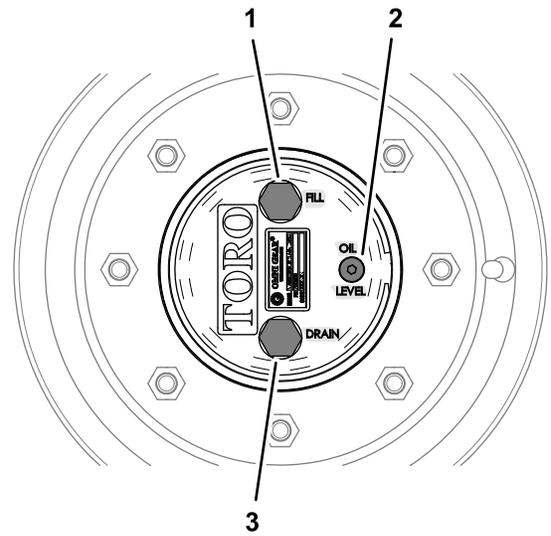

图 96
1. 机器在水平地面上时调整一个车轮的位置以便让加油塞处于最高12点钟位置排油塞处于最低6点钟位置图 96。
1. 机器在水平地面上时调整一个车轮的位置以便让加油塞处于最高12点钟位置排油塞处于最低6点钟位置请参阅 检查行星齿轮传动润滑油 \(页码 59\)中的图 96。